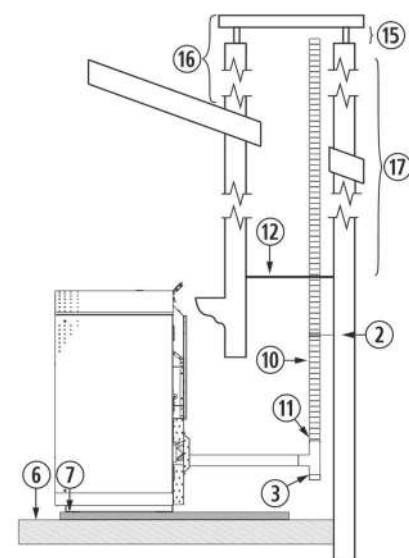

Figura 10
4.28. L'installazione di una stufa ad incasso in un caminetto può essere realizzata in completa totalità in un tubo flessibile, così come è indicato nella *figura 10*. Dobbiamo prestare speciale attenzione al momento di realizzare l'isolamento tra il caminetto e il tubo di fuoriuscita di gas per evitare possibili arretramenti di gas in caso di tormenta.
②	Collare di fissaggio in acciaio inox.
③	Giunto a "T" a 90° con filtro.
⑥	Pavimento in legno.
⑦	Protezione non infiammabile.
⑩	Tubo in acciaio inossidabile flessibile.
⑪	Manicotto d'unione tra flessibile e rigido.
⑫	Isolante anti -arretramento.
⑮	Minimo 200mm.
⑯	Deve superare di 1 metro il tetto.
⑰	Se superiore a 8m aumentare le dimensioni.